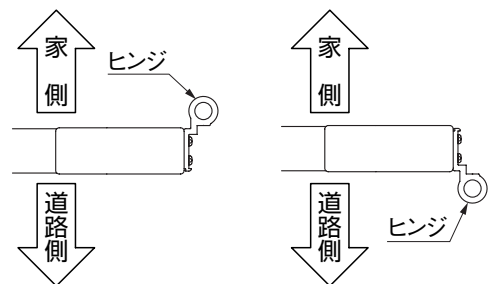

図3-2 ヒンジ取付方向
- ヒンジの向きは内開きと外開きで異なります。(図3-2参照)